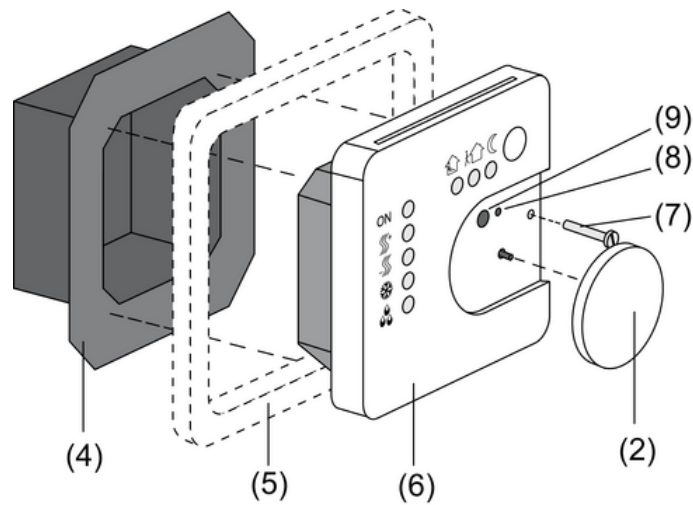
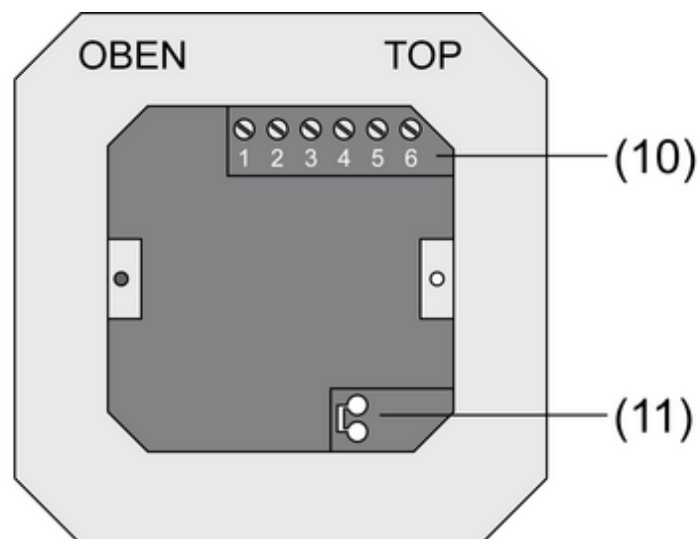
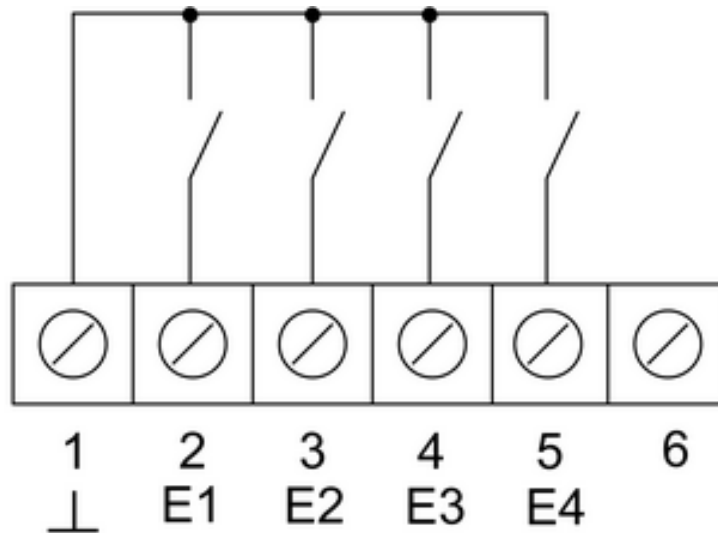
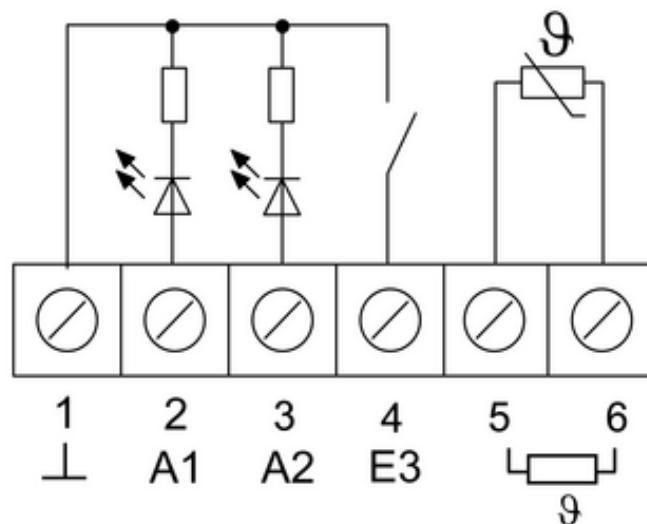

Figura 2
Figura 3
Figura 4
Figura 5
- (4) Inserto morsetti
- (5) Telaio design
- (6) Modulo elettronico
- (7) Vite di sicurezza
- (8) LED di programmazione
- (9) Tasto di programmazione
- Staccare l'inserto morsetti (4) dal modulo elettronico (6) (figura 2).
- Collegare il cavo bus al morsetto di collegamento (11) nell'inserto morsetti (figura 3).
- Ingressi binari **E1...E4**: connettere i contatti finestre, i tasti di chiusura o apertura ai morsetti **1 e 2...5** (figura 4) della morsettiera (10) (figura 3).
- Uscite binarie **A1...A2**: connettere i LED o relè elettronici ai morsetti **1 e 2, 3** (figura 5) della morsettiera (10) (figura 3).
- Connettere la sonda di temperatura esterna ai morsetti **5 e 6** (figura 5) della morsettieria (10) (figura 3).
- Installare l'inserto morsetti (4) (figura 2) nella scatola apparecchi sotto intonaco. Fare attenzione scritta **OBEN / TOP**. La connessione bus deve essere a destra (11) (figura 3).
- Applicare il telaio design (5) sull'inserto morsetti (4) (figura 2).
- Posizionare correttamente il modulo elettronico (6) sull'inserto morsetti (4) (figura 2).
- Rimuovere la rotellina di regolazione (2) (figura 2).
- Fissare il modulo elettronico con la vite di sicurezza (7) (figura 2).
- Riposizionare la rotellina di regolazione (2) (figura 2).
- Premere il tasto programmazione (9) (figura 2).
Il LED di programmazione (8) s'illumina (figura 2).
Il LED di programmazione (8) si spegne (figura 2).